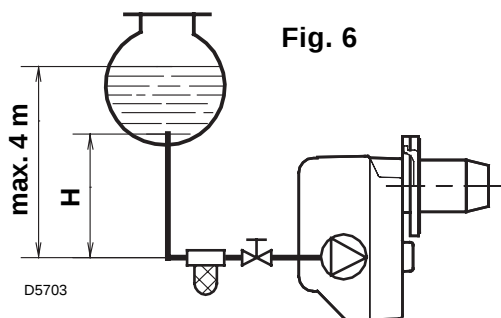
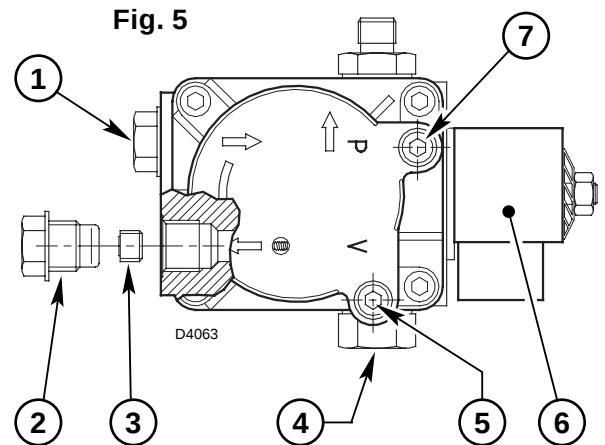

Fig. 6
Fig. 5
- De pomp is voorzien voor een installatie met twee leidingen. Draai bij één leiding de moer van de terugloopleiding (2) los, verwijder de by-pass schroef (3) en draai de dop (2) opnieuw aan, (zie fig. 5).
Bij een installatie zoals in fig. 6, de vacuümmeteraansluiting (5, fig. 5) losdraaien tot er brandstof ontsnapt.
De pomp verlaat de fabriek afgesteld op 12 bar. Deze regeling kan worden aangepast met de schroef (4, fig. 5, blz. 4).